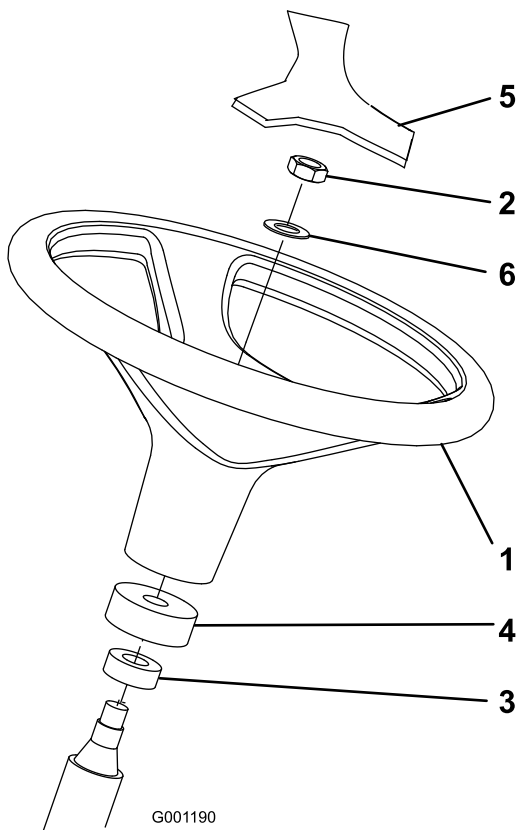

Figura 3
y el protector de polvo están colocados en la columna de dirección (Figura 3).
3. Deslice el volante y la arandela sobre la columna de dirección (Figura 3).
5. Monte el embellecedor en el volante (Figura 3).